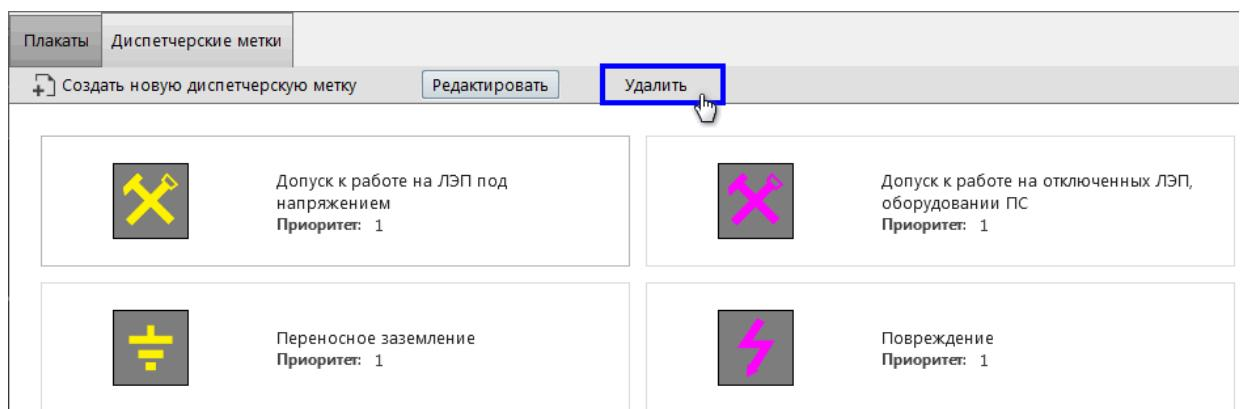

Рисунок 122 - Удалить диспетчерскую метку
2. Нажмите **Удалить** (Рисунок 122).